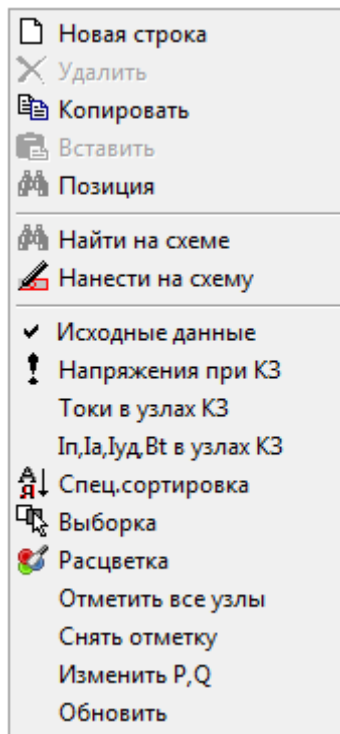

Рис. 87 Команды контекстного меню для таблицы узлов.
При работе с таблицей узлов в режиме «Исходные данные» доступно контекстное меню Рис. 87а, а в режиме «Результаты расчета УР» - контекстное меню Рис. 87б. Наиболее часто используемые команды приведены также на панели инструментов в виде кнопок со значками.
**Исходные данные** – таблица узлов принимает вид, показанный на Рис. 87а.